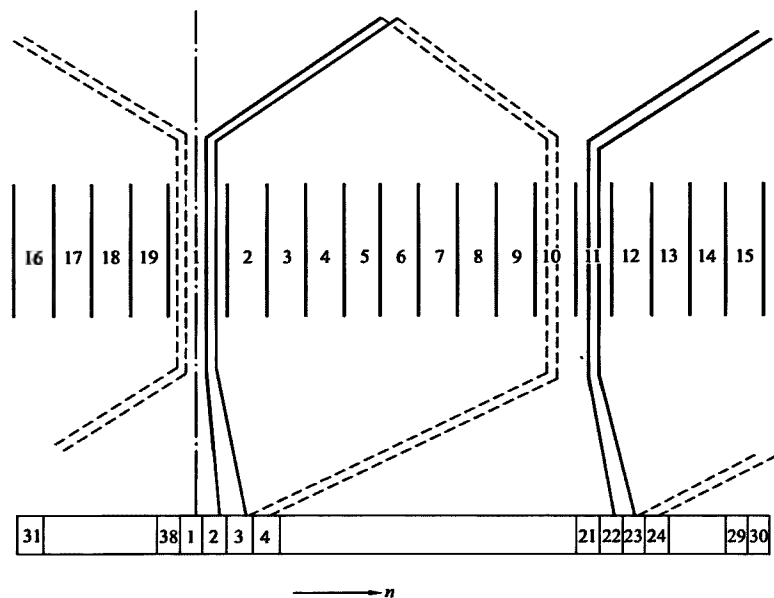

图 5-17 $\phi 90$ 冲片电动机转子绕组展开图
4. $\phi 90$ 冲片电动机转子绕组展开图 (见图 5-17)